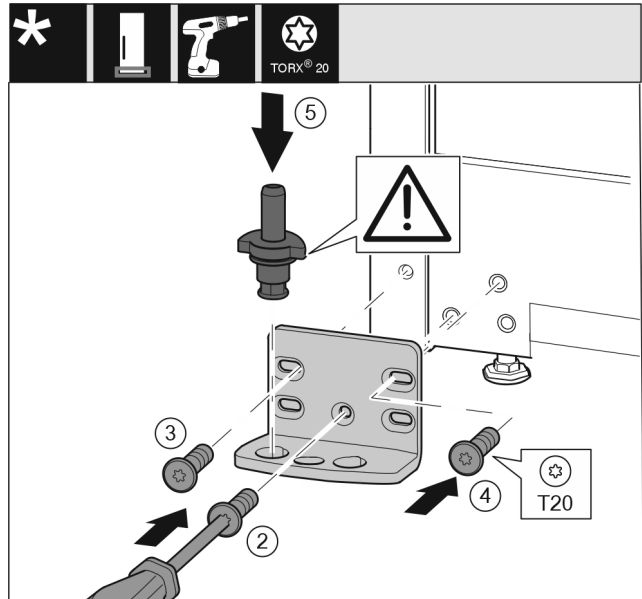

Fig. 15
- ▶ Pielieciet gultņa balstu otrajā pusē un pieskrūvējiet ar skrūvgriezi T20. Sāciet apakšā pa vidu ar skrūvi 2. Fig. 15 (2)
- ▶ Pieskrūvējiet skrūvi 3 un 4. Fig. 15 (3,4)
- ▶ Ievietojiet pilnīgi gultņa tapu. Uzmaniet, lai aiztura izcilnis būtu vērst virzienā uz aizmuguri. Fig. 15 (5)